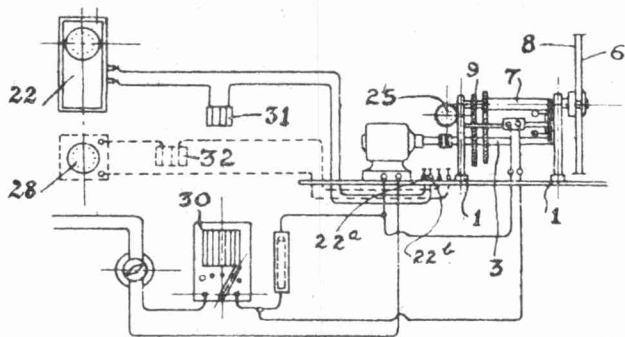

Fig. 8. — Schéma des dispositifs de contrôle de vitesse.
La figure 8, montre que le courant du secteur actionnant le moteur, après avoir passé dans le rhéostat (30), peut aller au moteur, soit en passant par une *résistance*
d'un courant électrique d'une pile (32) (fig. 8), au moyen d'un contact (33) entre les deux ressorts (34, 35) de la figure 2. Ce contact est obtenu par la pression du levier (36) actionné par la came (26) montée sur l'axe transversal (11) lequel doit tourner *exactement* à un tour par seconde.